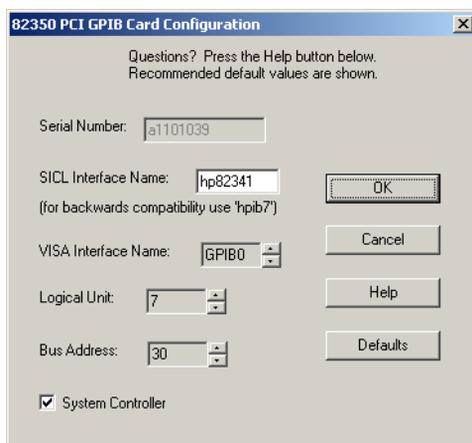

Figura 36 Configurazione dell'interfaccia GPIB per l'uso con ChemStation Agilent
- 5 Impostare per “**SICL Interface Name**” il nome “**hp82341**”, per “**Bus Address**” il valore “**30**” e verificare che sia selezionata la casella “**System Controller**” come mostrato (vedere la Figura 36). Ricordare che l'aspetto della finestra di dialogo differisce leggermente a seconda del tipo di scheda GPIB installata.
Per configurare le schede GPIB Agilent 82341 o Agilent 82350 per l'uso con la ChemStation Agilent utilizzare i valori che seguono. I campi disponibili dipendono dal tipo di interfaccia installata. Fare riferimento alla Figura 36 a pagina 82.